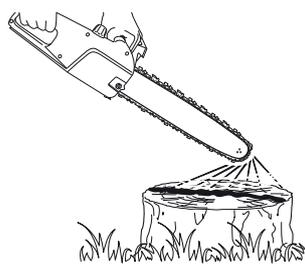

Fig. 18
- > Lancez le moteur, laissez-le tourner à vitesse moyenne et vérifiez que l'huile de chaîne est libérée comme sur l'illustration ci-contre (Fig. 18).